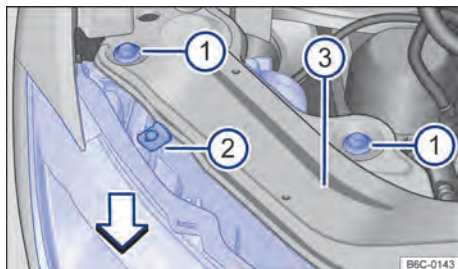

Fig. 183 No compartimento do motor: parafusos de fixação do farol dianteiro.
- Remover os parafusos de fixação → Fig. 183 ❶ com o auxílio de uma chave torx.
- Mover o farol para frente, no sentido da seta → Fig. 183, até que os dois cliques da parte inferior desencaixem e possibilite a remoção do farol.
- Desencaixar o conector de alimentação, para remover totalmente o farol → ❶.
- Recolocar o farol cuidadosamente até que os dois cliques inferiores encaixem e o batente superior → Fig. 183 ❷ encoste no suporte do farol ❸.
- Recolocar os parafusos de fixação ① na carcaça do farol.
- Pressionar o farol contra o batente central superior ② e apertar os parafusos ① com a chave torx.